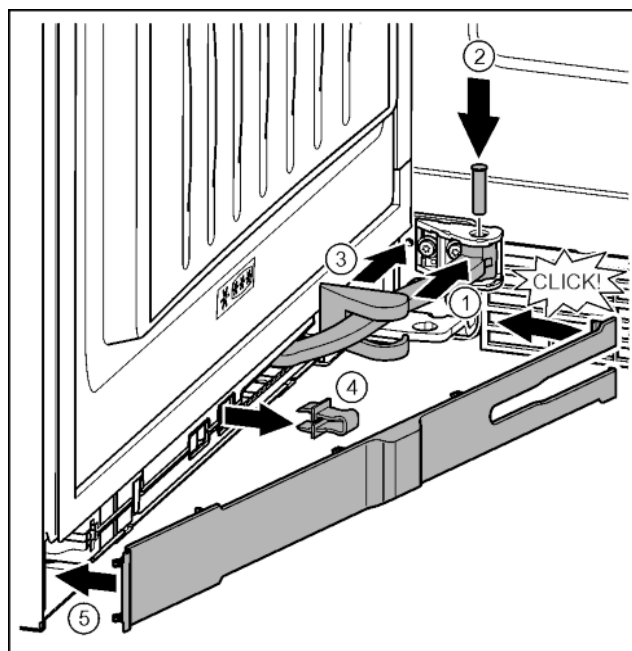

Fig. 40
- Ruotare lo snodo nel componente di blocco. Fig. 40 (1)
- Inserire il perno con un cacciavite T15 nel componente di blocco e nello snodo. Prestare attenzione che l'arresto sia correttamente in sede nella scanalatura. Fig. 40 (2)
- Spingere la copertura del blocco di supporto lungo lo snodo e montarla sopra il componente di blocco. Fig. 40 (3)
- Togliere la protezione. Fig. 40 (4)
- Applicare la mascherina lato maniglia e orientarla verso l'interno. Fig. 40 (5)